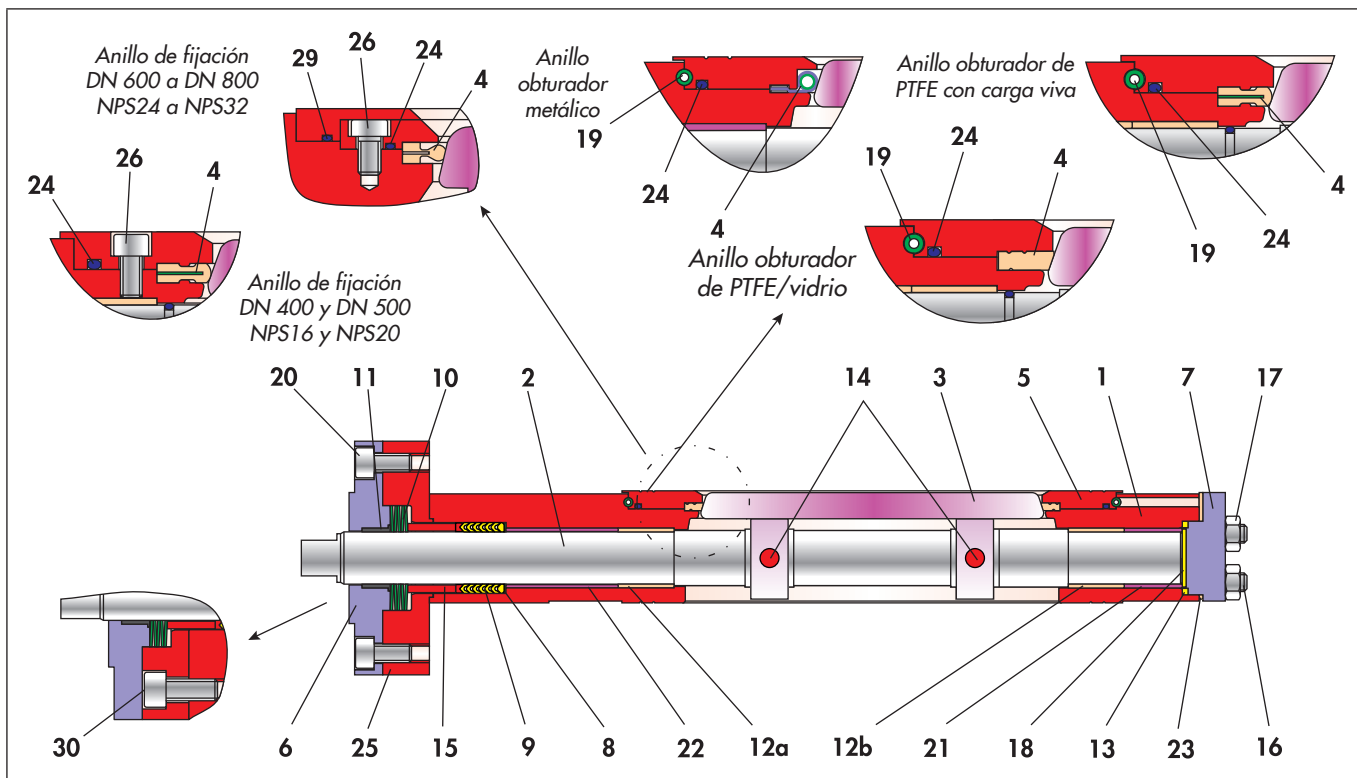

Figura 3-4: Dibujo seccional de la válvula de mariposa BR 14c con empaquetadura de anillo en V con precarga de arandela elástica
- ⇒ Introduzca la tapa premontada en el orificio del cojinete del cuerpo de la válvula (1) y ajústela con los pernos prisioneros.
- ⇒ Fije la tapa (7) apretando las tuercas (17) de manera uniforme y en cruz.
- ⇒ Empuje el disco (8) sobre el extremo libre del eje hasta su posición correcta en el cuerpo de la válvula.
- ⇒ Empuje la empaquetadura de anillo en V de PTFE (9) sobre el eje de manto en el orificio del cuerpo y, después, presione con un manguito de montaje. Consulte el dibujo seccional de la figura 3-4 para ver la disposición de la empaquetadura de anillo en V.
- ⇒ Coloque la brida intermedia (25) en el cuerpo de la válvula y ajústela con los tornillos (30).
- ⇒ Apriete los tornillos (30) de manera uniforme y en cruz.
- ⇒ Deslice el anillo de empuje (15) sobre la válvula de mando y, a continuación, presiónelo hasta su posición correcta en el cuerpo de la válvula.
- ⇒ Retire el conjunto del muelle tensor (10). Consulte el dibujo seccional de la figura 3-4 para ver la disposición de los muelles de disco.
- ⇒ Presione el casquillo del cojinete (11) hacia la brida del prensaestopas (6).
- ⇒ Incorpore la brida del prensaestopas premontado con cuidado sobre la brida intermedia y ajústela con los tornillos (20).
- ⇒ Apriete los tornillos (20) de manera uniforme y en cruz.